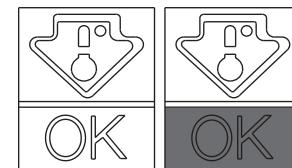

Fig. 5
• Pentru a menține aromele și prospetimea alimentelor, se recomandă depozitarea acestora în compartimentul de refrigerare, aşa cum se poate observa în Fig. 5 de mai jos. Alimentele trebuie învelite în folie de aluminiu sau plastic sau trebuie așezate în recipiente adecvate, pentru a se evita întrepărtinderea miroslorilor.
Verificați dacă pe indicatorul pentru temperatură este vizibil cuvântul OK (Fig. 5).